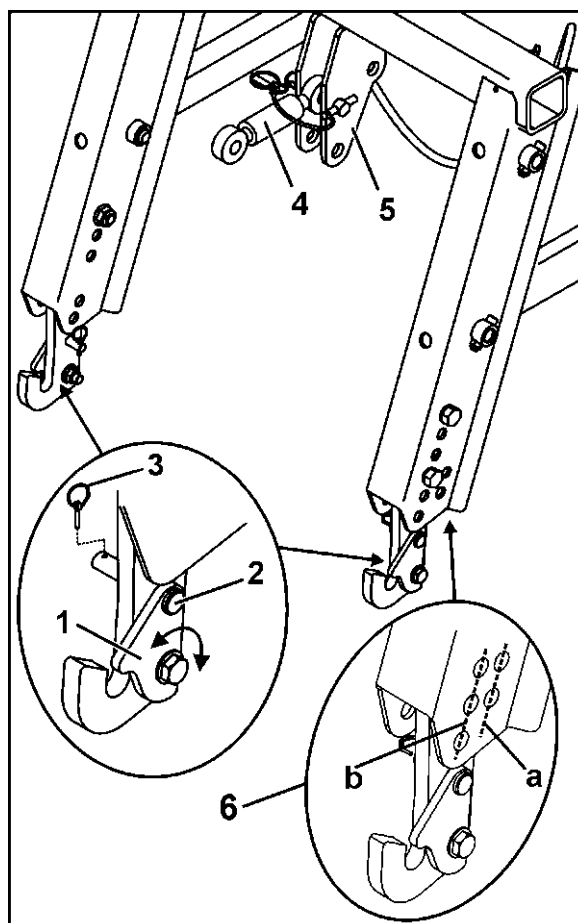

Bild 48
- Kontrollera före tillkopplingen att inga säkringsplattor (Bild 48/1) pekar framåt.
4. Sväng in säkringsplattorna (Bild 48/1) över dragstångernas tappar och säkra varje säkringsplatta med bult (Bild 48/2) och låssprint (Bild 48/3).
5. Fäst toppstången (Bild 48/4) i de övre länkpunkterna på såmaskinen och lyftbaren (Bild 48/5) med hjälp av bultarna och säkra med låssprintarna.
Utnyttja de olika fastskruvningsmöjligheterna för fånghakarna (Bild 48/6), så att den bogserade såmaskinen kan fästas så tätt som möjligt bakom välten.
- läge (Bild 48/a) för små vältar,
- läge (Bild 48/b) för stora vältar.